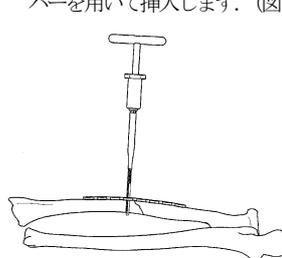

図21
- 5) 3.5 コーティカルスクリュータップの他端にTハンドルを装着し、イメージ下で確認しながらプレタップを行います。(図21)